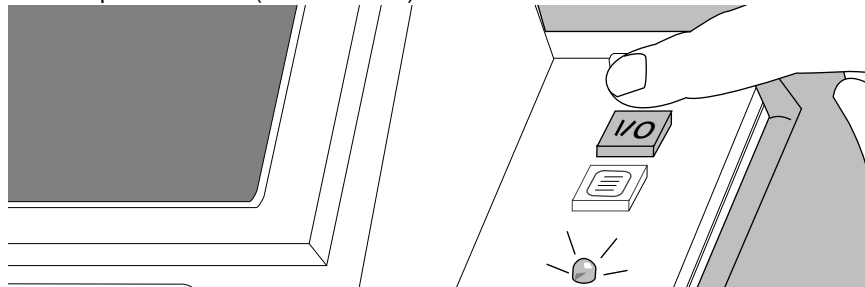

Abbildung 27
5.1 Schalten Sie das CFS II ein. Falls die Betriebsanzeige signalisiert, daß die Akkukapazität nahezu erschöpft ist (die LED blinkt), müssen Sie den Netzadapter benutzen (siehe Abb. 27).